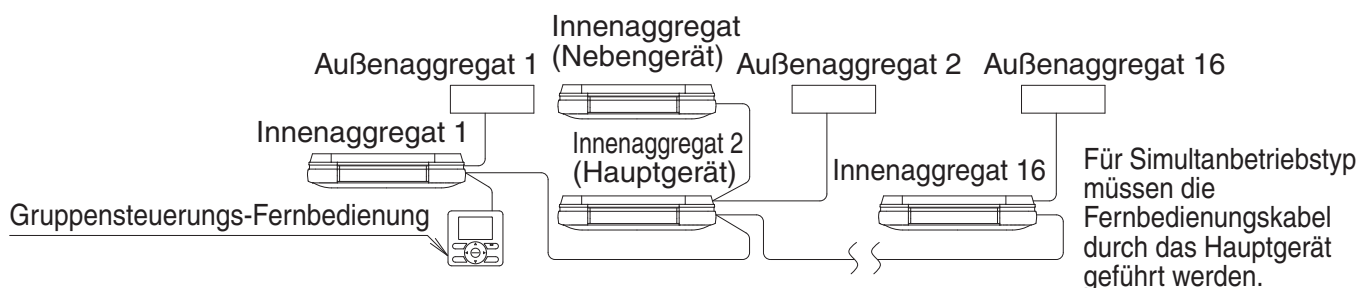

Abb. 43
- Bei Verwendung als eine Tandemeinheit oder als eine Master-Einheit für den Simultanbetrieb können Sie gleichzeitig die Start-/Stopp- (Gruppen-) steuerung für bis zu 16 Einheiten mit der Fernbedienung ausführen. **(Siehe Abb. 43)**